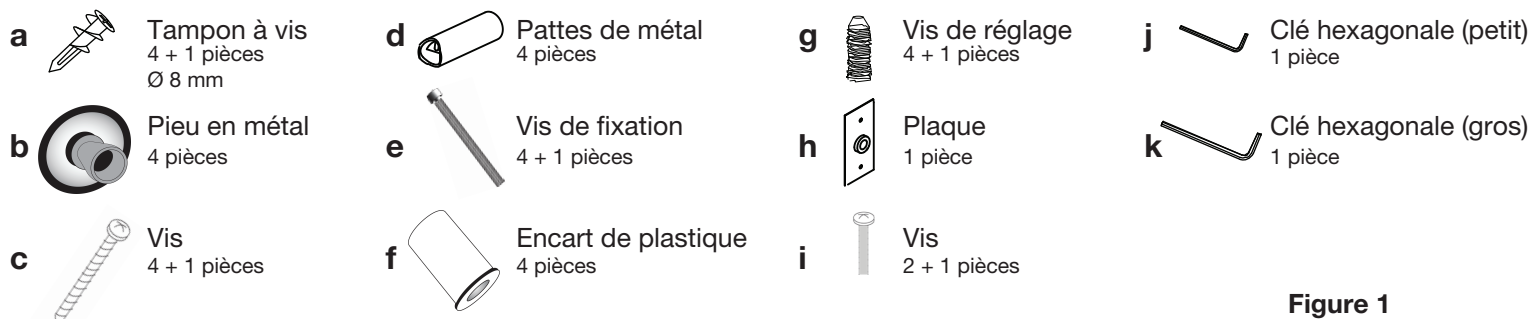

Figure 1
Étape 1 : Vérification des pièces d'installation (figure 1)